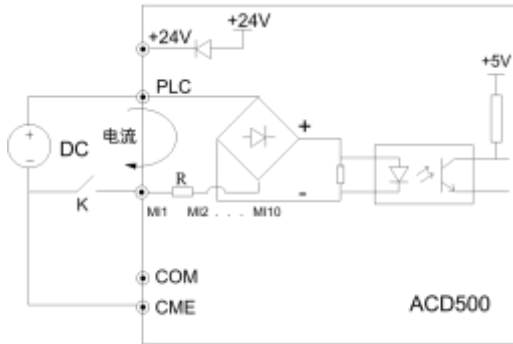

图3-12 使用外部电源的连线方式
- ② 使用外部电源，接线方式如图3-12。（注意去除PLC与+24V端子间的短接片以及COM与CME端子间的短接片）
继电器，电磁接触器及电磁铁等电磁开关类电器，工作时会产生大量噪声，当在变频器周边或同一控制柜内安装时应给予充分的注意，必须安装浪涌吸收器，如图 3-12 所示。